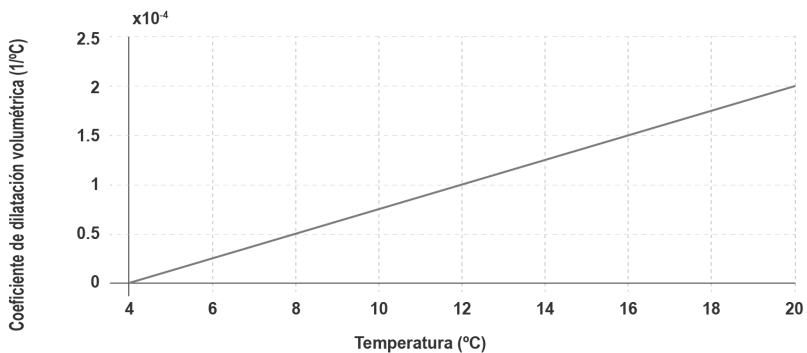

Figura 1.6 Variación del coeficiente de dilatación volumétrica del agua entre 4°C y 20°C
5. La figura 1.6 muestra la variación del coeficiente de dilatación volumétrica del agua entre 4°C y 20°C . La densidad del agua a 4°C es de 1000 kg/m^3 . Calcule la densidad del agua a 20°C .